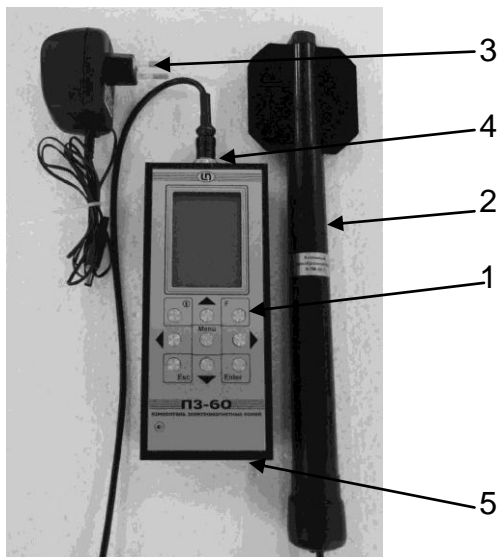

Рисунок 1
8.1.1 Внешний вид прибора представлен на рис.1.